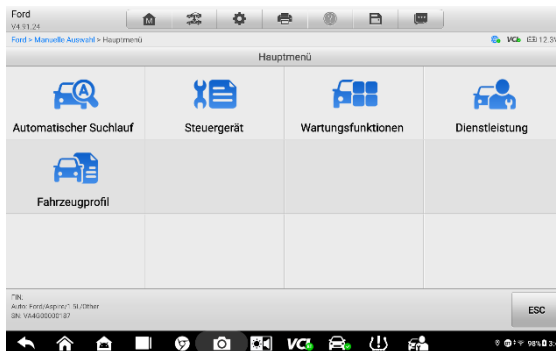

Abbildung 4-2
5. Tippen Sie auf **OK** . Das Fahrzeug wird in wenigen Sekunden identifiziert. Sobald die Fahrzeuginformationen bestätigt sind, werden Sie direkt zum Bildschirm „Fahrzeugdiagnose“ weitergeleitet. (Siehe Abbildung 4.2 -: Bildschirm „Fahrzeugdiagnose“)
Der Bildschirm „Fahrzeugdiagnose“ (*Abbildung 4.2 „-Fahrzeugdiagnosebildschirm“*) besteht aus 2 Hauptabschnitten: